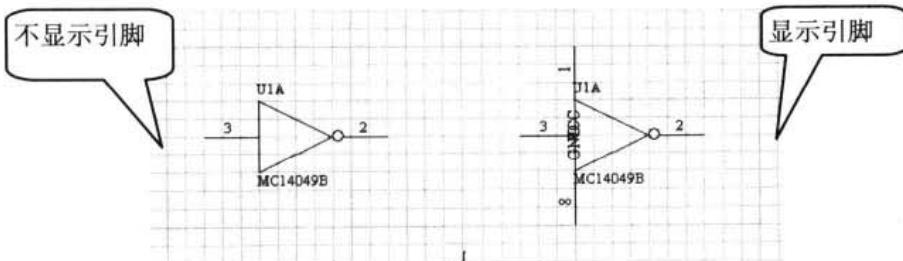

图 4-23 显示/隐藏引脚的结果
- Hidden Pins：确定是否显示引脚。打钩表示显示。设置结果，如图 4-23 所示。